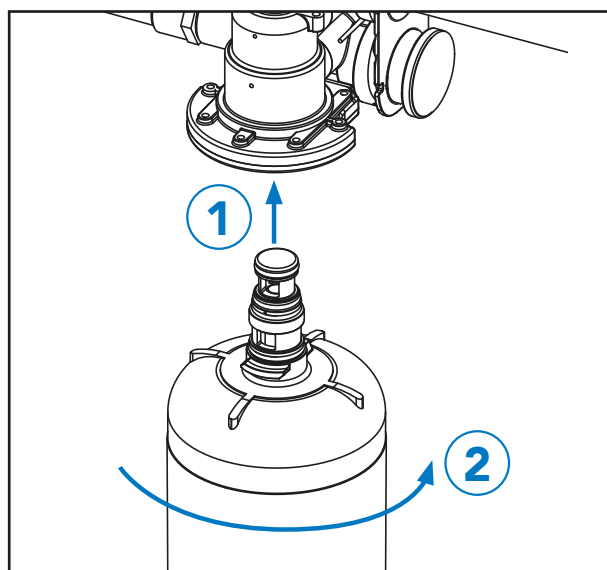

Figura 6: Instalar el cartucho
1. Instala el filtro en el colector insertándolo en la cabeza del colector y girándolo rápidamente un cuarto de vuelta hacia la derecha (en el sentido de las agujas del reloj) hasta que quede completamente asentado (Figura 6).